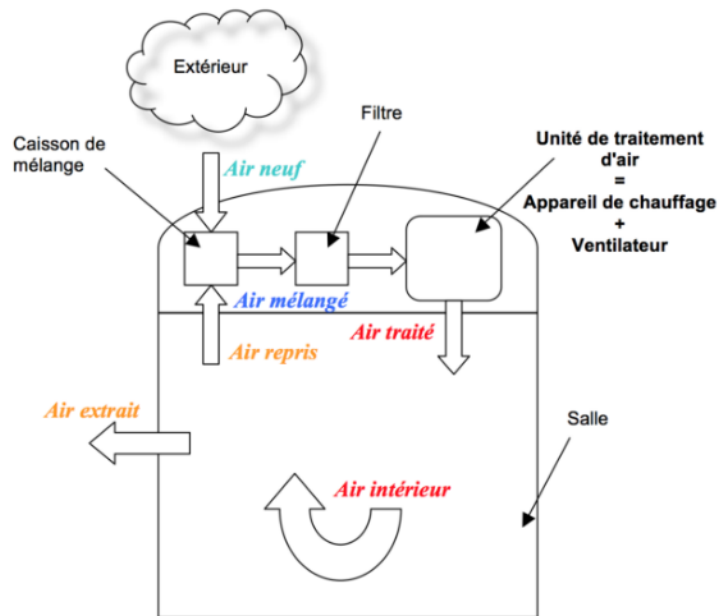

Figure 3. Circulation de l'air dans la salle d'attente
- en outre, l'air intérieur est en permanence renouvelé par de l'air neuf de l'extérieur et ce avec un débit volumique D_V (Figure 3). La puissance thermique nécessaire pour l'amener de la température extérieure à la température intérieure s'écrit :